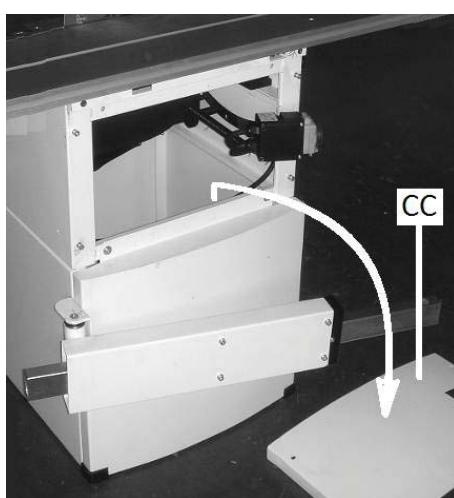
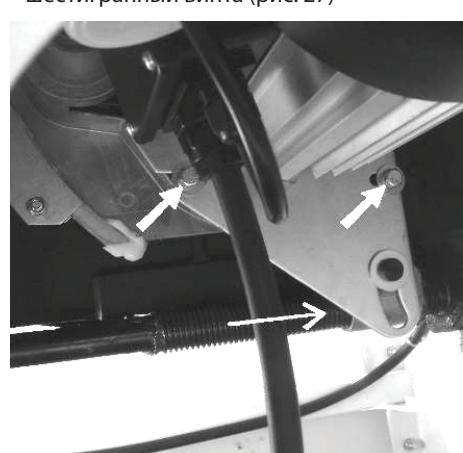

Рис. 25
Рис. 27
- Отключите станок. Открутите болты и снимите переднюю крышку станка. (CC, рис. 25).
- Отключите станок. Снимите переднюю крышку станка.(CC, рис. 25). Снимите 2 шестигранный винта (рис. 27)